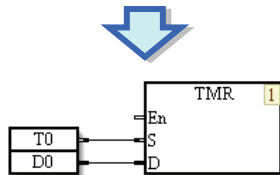

图 12-27 指令精灵
(2) 依序点选命令的类别，再由下拉选单选择欲使用的指令名称，接着参考下方说明栏选择支持的装置，设定欲使用的操作数，最后按下「确定」按钮，此时移动鼠标光标，在程序编辑区需要插入指令的地方按下鼠标左键，便在此处完成指令的建立。如图 12-27。